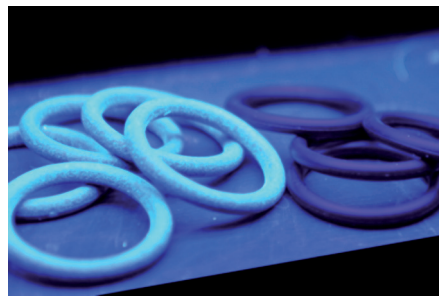

Abb. 4: O-Ringe links beschichtet mit Lack mit UV-Indikator, rechts unbeschichtet
- UV-Indikator zur Detektion (Abb. 4)